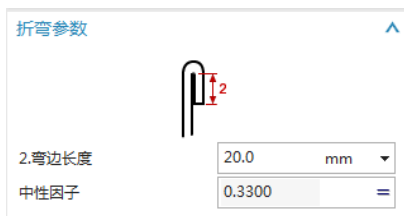
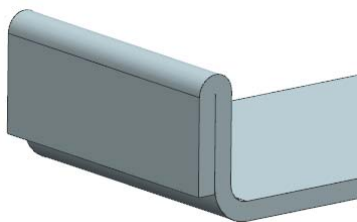

图 3-78 “封闭的”折弯参数
图 3-79 “封闭的”示意图
(1) 封闭的：选择此类型，在如图 3-78 所示的“折弯参数”选项组中输入相关参数，示意图如图 3-79 所示。